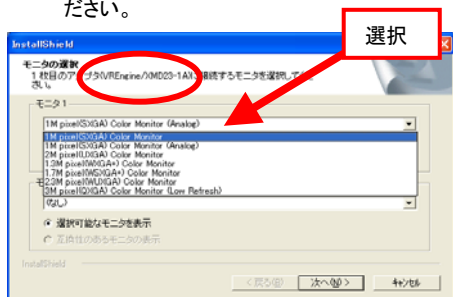

図 4.1-8 モニタの選択 1
(11) 図 4.1-8のダイアログが表示されますので、ボードの種類を確認の上、接続するモニタのタイプを選択します。(接続するモニタが1台の例)